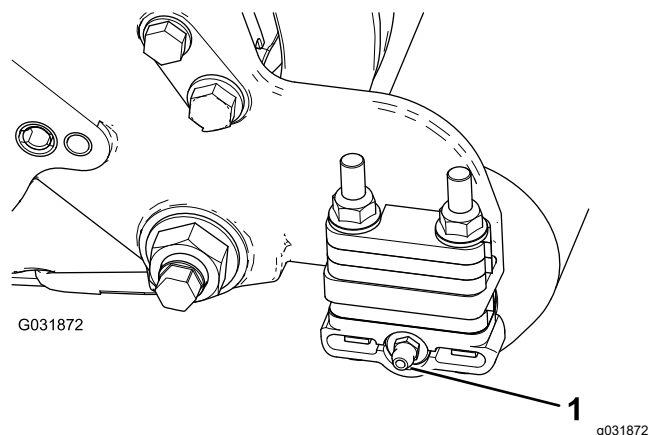

図 6
2. グリスフィッティング 90度を後ろ向きに取り付ける 図 6。